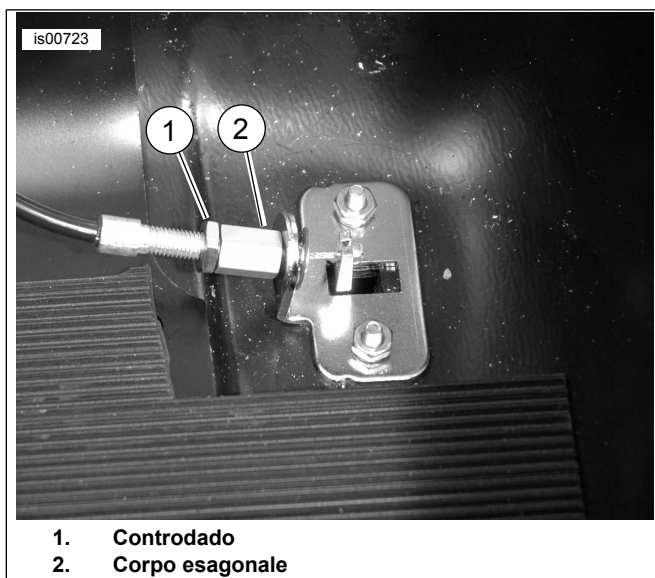

Figura 8. Registrazione del cavo
1. Vedere Figura 8. Allontanare il controdado (1) dal corpo esagonale (2).